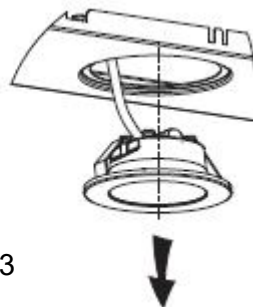

Abb. 3
- Drücken Sie mit einem Werkzeug oder der Hand die Federsplitter auf beiden Seiten der LED-Leuchte nach innen, bis die Leuchte herausgedrückt wird, und ziehen Sie dann das Verbindungskabel der Leuchte vorsichtig heraus. Siehe Abb. 3.